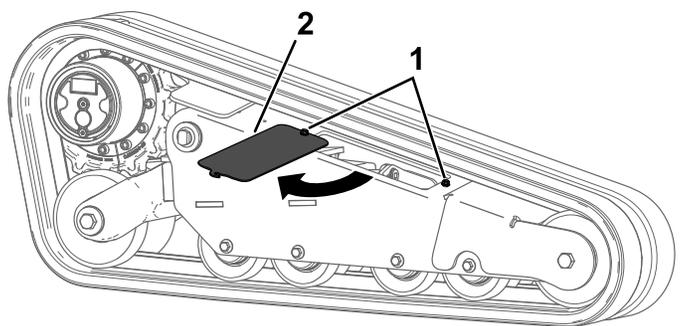

Рисунок 69
5. Ослабьте 2 болта и поверните крышку доступа, чтобы открыть ее (Рисунок 69).
15. Закройте крышку доступа и затяните болты (Рисунок 69). Затяните болты с моментом 41 Н·м.